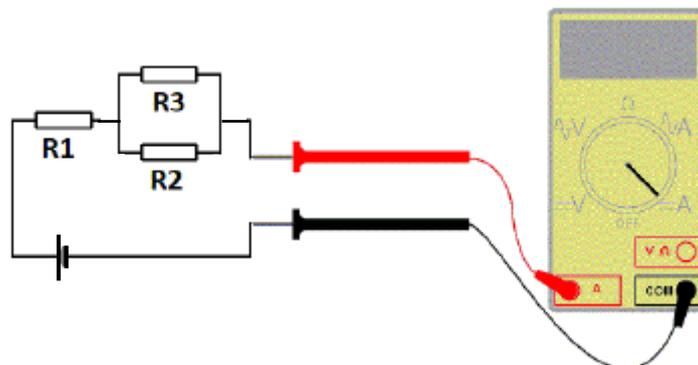

Figura 04: Esquema de montagem do procedimento D.
- 2) Utilize a protoboard, conectores jacarés, jumpers, os resistores, a fonte e o amperímetro para montar a configuração ilustrada na Figura 04. OBS: Para evitar avaria no amperímetro, inicie com a escala de 2 A, e caso haja necessidade, mude a escala para 200 mA;